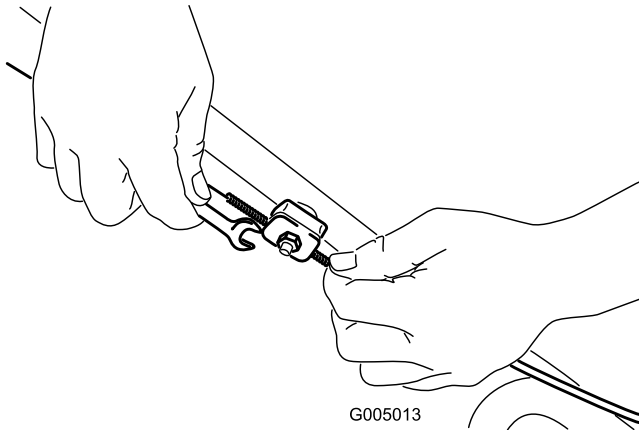

Bild 32
1. Lösen Sie die Kabelstützenmutter (Bild 32).